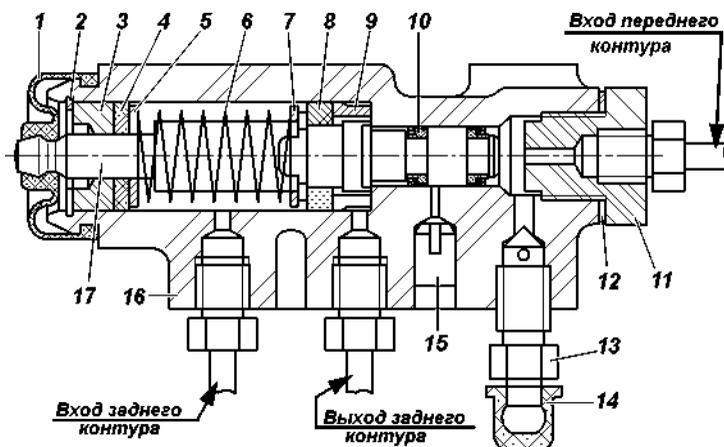

Рис. 9.30. Регулятор давления:
**Регулятор давления.** На автомобилях, не оснащенных антиблокировочной системой тормозов, устанавливается механический регулятор давления, действующий на задние тормоза (рис. 9.30), который обеспечивает оптимальное распределение тормозных сил по осям автомобиля и не допускает опережающую блокировку задних колес. При обслуживании проверяйте работоспособность регулятора давления. Очищайте регулятор от грязи и проверяйте надежность его крепления. Внешним осмотром убедитесь, что регулятор и детали его привода не имеют повреждений, отсутствуют подтекания тормозной жидкости и люфты в соединении стойки с упругим рычагом и кронштейном на заднем мосту.
При нажатии на педаль тормоза поршень 17 (рис. 9.30) регулятора давления должен выдвинуться из корпуса на 1,7 - 2,3 мм. Отсутствие хода поршня, а также его недостаточный или чрезмерный ход свидетельствует о неисправности регулятора или его привода.
3. Заверните болт 4 (рис. 9.31) до соприкосновения его с хвостовиком поршня 17 (см. рис. 9.30) регулятора.